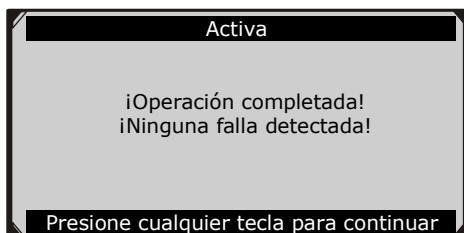

Figura 11.23
- 2) En el menú Activo, use el botón **ARRIBA/ABAJO** para seleccionar el actuador deseado para comenzar la prueba. Si el actuador seleccionado funciona correctamente, la herramienta mostrará un mensaje de confirmación como aparece debajo (Figura 11.23). De no se así mostrará un mensaje para recordarle al usuario que hay un problema. Después de salir del programa de diagnóstico, por favor repare el problema inmediatamente.